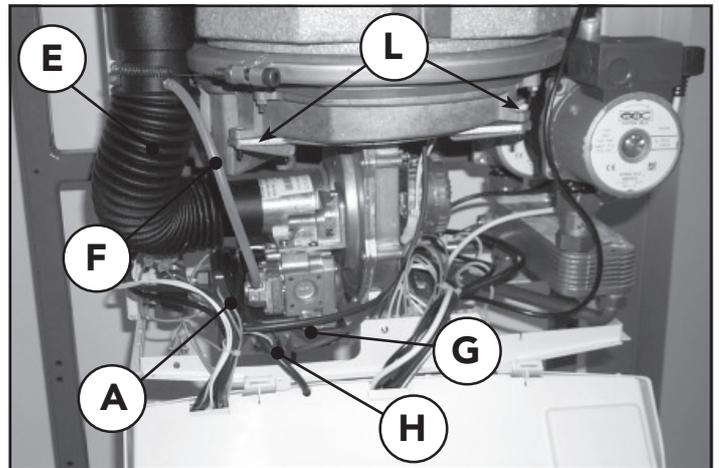

Fig. 24a
3. Scollegare i cavi "G" e "H" degli elettrodi dall'apparecchiatura di accensione fig. 24a